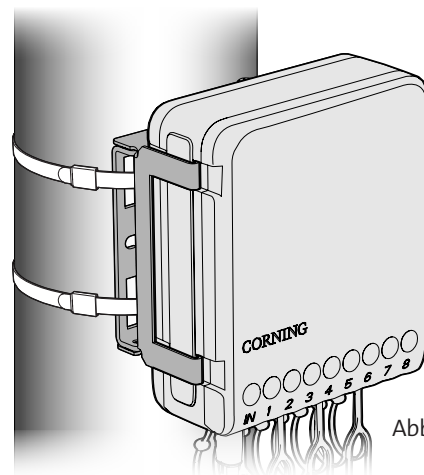

Abbildung 14
Schritt 3: Die Bänder mit einem Band-It-Werkzeug am Mast befestigen (Abbildung 14).